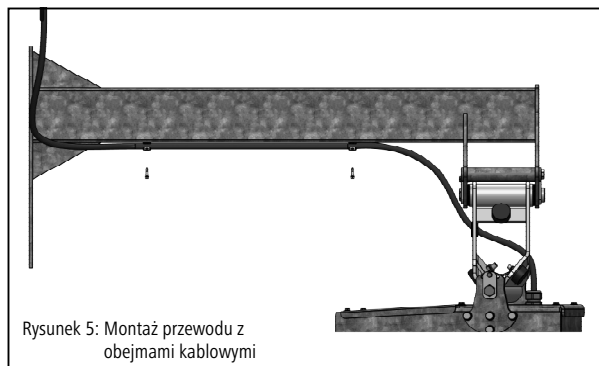

Rysunek 4: Montaż górnej osi przegubowej
1. Wymontować górną oś (rys. 4 – poz. 6) z elementu przegubowego.
5. Wsunąć górną oś (rys. 4 – poz. 6) przez łożysko w ramieniu i element przegubowy i zamontować.
6. Przymocować oś śrubą mocującą M14 (rys. 4 – poz. 10).
7. Za pomocą śruby (rys. 4 – poz. 18) i nakrętki samozaciskowej (rys. 4 – poz. 19) zabezpieczyć oś przed przekręcaniem.
8. Za pomocą blachy zabezpieczającej (rys. 4 – poz. 11), śruby (rys. 4 – poz. 11), podkładowki (rys. 4 – poz. 12) i nakrętki samozaciskowej (rys. 4 – poz. 13) zabezpieczyć śrubę mocującą M14 przed odkręceniem. Zamocować przewód silnika na ramieniu za pomocą obejm i śrub samogwintujących (rys. 5).